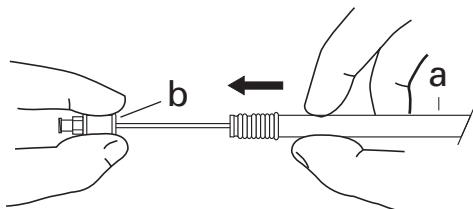

Fig. 6
4. Håll fattningsändan stilla. Stenten utplaceras när handtaget (a) dras mot fattningen (b). (Fig. 6) Den röntgentäta markeringen på införingssystemet (h) indikerar utplaceringens förlopp.